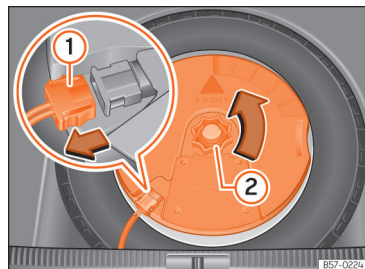

Fig. 191 Na bagageira: desmontar o subwoofer.
- Desligue o cabo do altifalante subwoofer »» Fig. 191 ①.
- Rode a rodinha de fixação no sentido contrário ao dos ponteiros do relógio »» Fig. 191 ②.